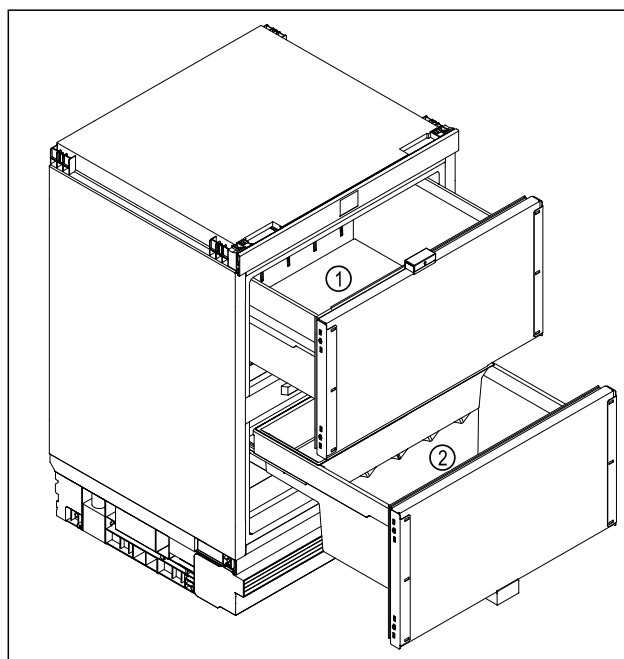

Fig. 7 Voorbeeldweergave
- Bovenste uittrekwagen Fig. 7 (1): Koudegevoelige levensmiddelen, boter, kaas, conserven bewaren.
- Onderste uittrekwagen Fig. 7 (2): Bederfelijke levensmiddelen zoals kant-en-klaarmaaltijden, vis, vlees en worst, verse zuivelproducten bewaren.